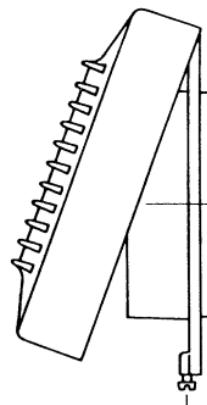

Fig. 3
- Desenroscar el tornillo de sujeción (4) de la rejilla (1) (fig.3)
- Loosen the clamping screw (4) of the grille (1) (fig.3)